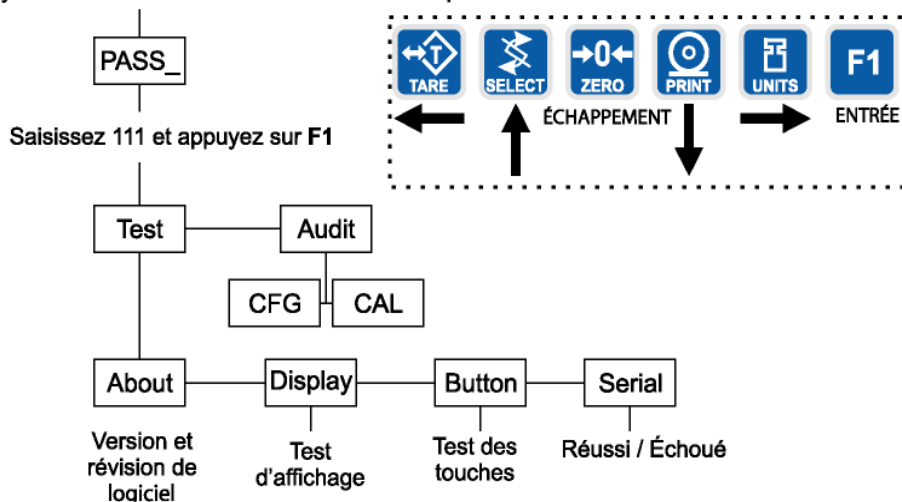

Figure 5.1 Organigramme du menu Utilisateur
2. Saisissez le mot de passe du menu Utilisateur = 111. Voir la note à gauche. Figure 5.1 illustre un organigramme des options du menu Utilisateur. Utilisez les touches indiquées dans la zone pointillée de la Figure 5.1 afin de faire défiler le menu et de sélectionner les fonctions désirées.